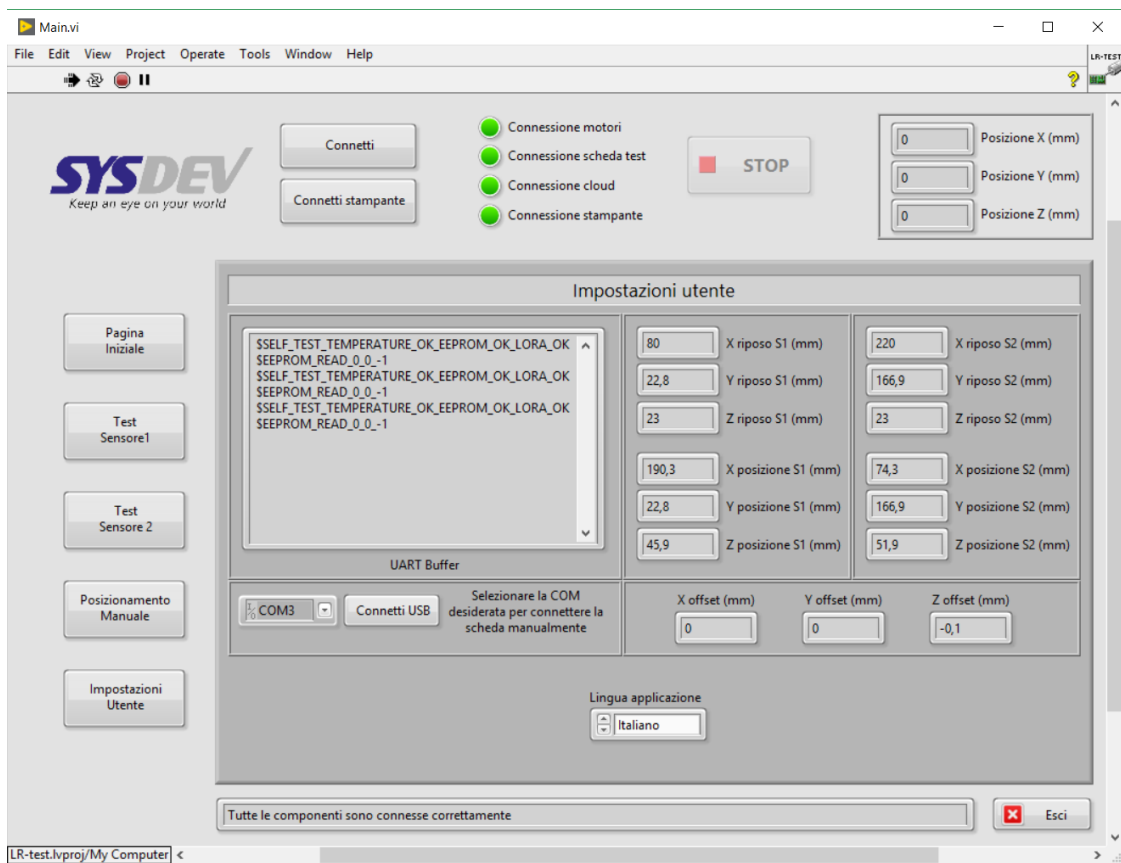

Figura 3.5: Impostazioni accessibili all'utente
- **Impostazioni utente:** sezione in cui l'operatore può settare le preferenze sulla lingua del sistema ed eseguire alcuni settaggi e controlli sulla macchina (Figura 3.5).
In Figura 3.5 vengono mostrate tutte le impostazioni a cui ha accesso l'operatore durante tutte le fasi di funzionamento di LR-TEST, nel dettaglio sono presenti: